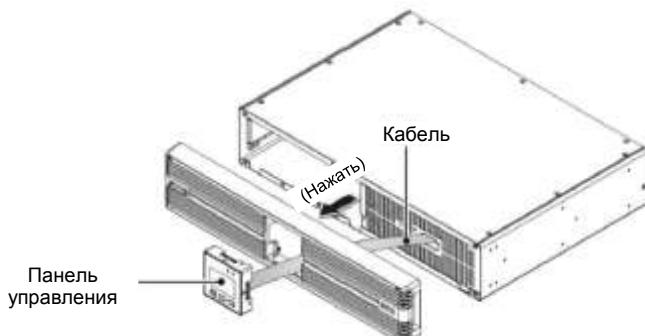

Рисунок 3-6: Снятие панели управления
- 1 Осторожно протолкните заднюю часть панели управления с задней стороны передней пластиковой панели. Выполните данную процедуру осторожно, чтобы не повредить кабель, соединяющий панель управления с разъемом ИБП. См. **Рисунок 3-6**.